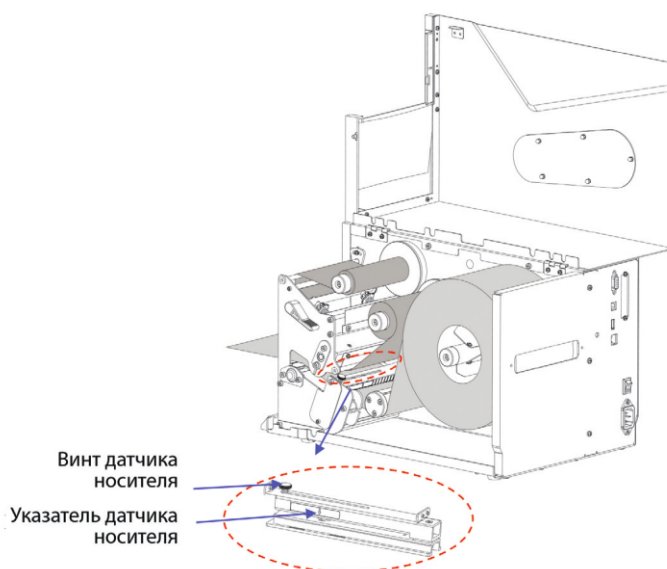

Рисунок 2-13 Регулировка положения датчика носителя
4. Отрегулируйте положение датчика носителя. Ослабьте болт датчика носителя и переместите датчик носителя в соответствующее положение, см. рис. 2-13. Отрегулируйте датчик носителя так, чтобы его положение находилось непосредственно над зазором, отверстием, выемкой или черной меткой.